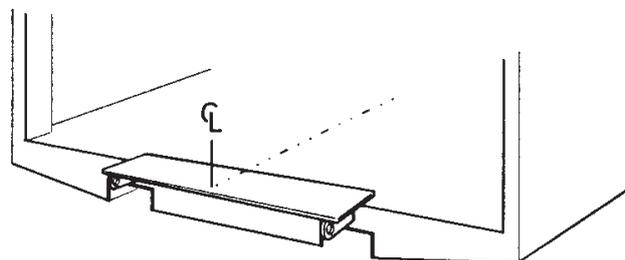

Figura 27. Atornillar o soldar por puntos el accesorio de montaje en la barra trasera
2. Atornillar o soldar por puntos el accesorio de montaje (nº de ref. 78183TL) en la barra trasera, de modo que cada punto central coincida. Véase la Figura 27.